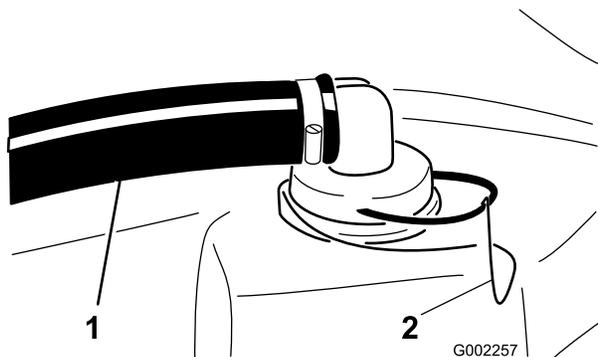

Figura 56
2. Togliete l'ancoraggio dal raccordo rosso affisso al flessibile grande, sopra il serbatoio (Figura 56).
3. Togliete il flessibile dal serbatoio (Figura 56).